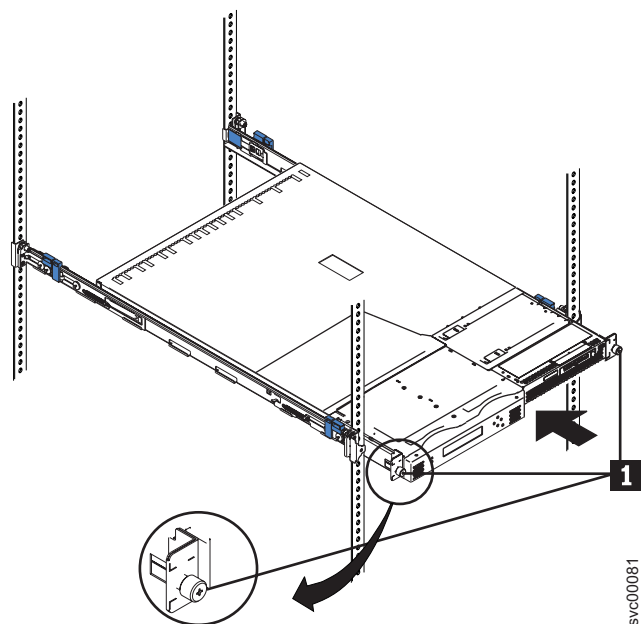

図 45. SAN ボリューム・コントローラー 2145-8F4 をラックに滑り込ませる
2. ラック前面にある 2 つのラッチの止め金を掛けて、ノードをラックに取り付けます。(73 ページの図 45 の **1**)。
**注:** レール・アセンブリの前面の外観は、73 ページの図 45 に示す前面とは異なります。